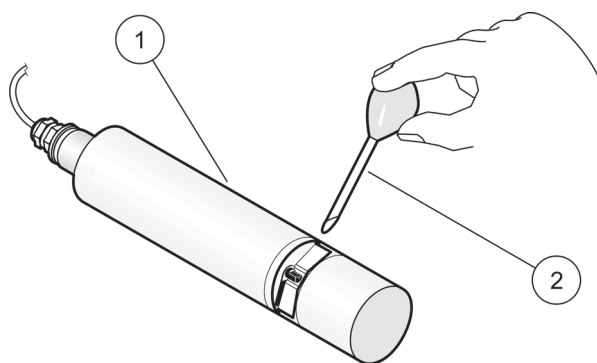

Figura 10 Controllare la calibrazione (versione a vasca)
9. **Versione a vasca:** rimuovere il sensore dalla vasca, sciacquare il percorso di misura con acqua e riempirlo con una soluzione standard (pipetta), vedere Figura 10 a pagina 67.